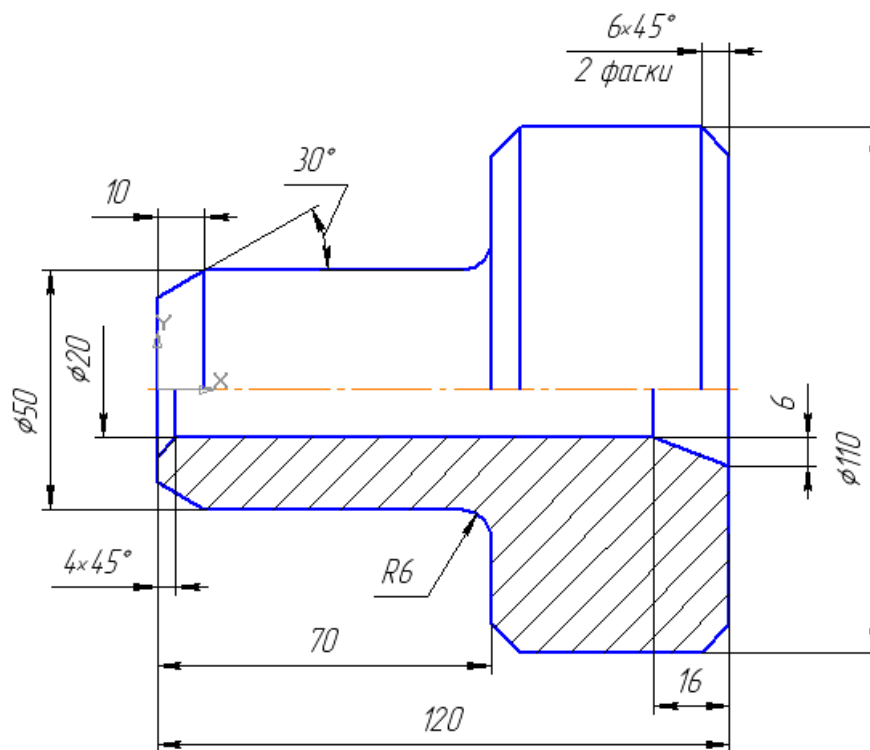

Рис. 89
Получаем новый чертеж, рис. 89.
7. Выполните чертеж, показанный на рис. 90. Изображение детали (рис. 89) перевернуто.